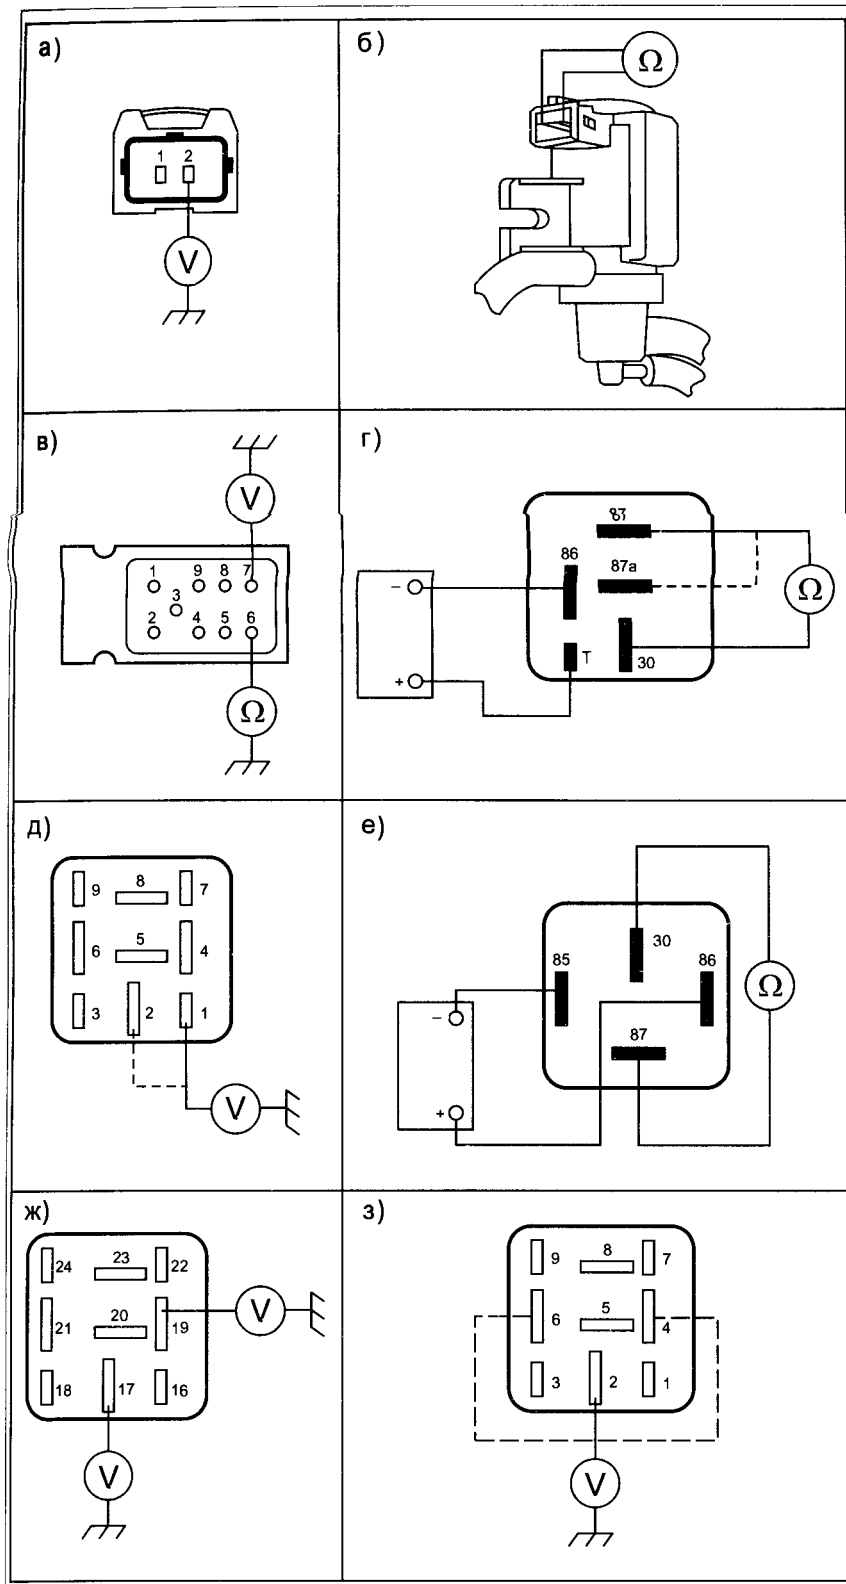

Рис. 12. Контроль выпуска ОГ и система обеспечения ЭСУД
та клапана (см. рис. 12а). Если +12 В отсутствует, проверить предохранитель F2, реле К46, замок зажигания и соответствующие соединения;
- проверить сопротивление обмотки соленоида клапана EGR, контакты 1-2 разъема клапана, его величина должна быть в пределах 14...20 Ом (см. рис. 12б);
- отключить разъем ТНВД и, включив зажигание, проверить наличие напряжения 12 В на контакте 7 9-контактного разъема ТНВД (см. рис. 12в), а на контакте 6 —
● извлечь главное реле питания ЭСУД (К46) из разъема, собрать диагностическую схему (см. рис. 12г) и проверить его срабатыва-
● проверить напряжение на контактах 1 и 2 колодки главного реле питания ЭСУД, там всегда должно быть 12 В (см. рис. 12д), если +12 В отсутствует, проверить замок зажигания и соответствующие соединения;
● извлечь реле свечей накаливания (К22) из разъема, собрать диагностическую схему (см. рис. 12е) и проверить срабатывание реле: контакты 87-30 должны замкнуться при подаче питания на контакты 85-86;
● проверить напряжение на контактах 19 (12 В при включенном зажигании) и 17 (всегда 12 В) колодки реле свечей накаливания (см. рис. 12ж). Если питание отсутствует, проверить замок зажигания и соответствующие соединения;
● извлечь реле FTP (К266) из разъема, собрать диагностическую схему (см. рис. 12з) и проверить его срабатывание, контакты 87-30 должны замкнуться при подаче питания на контакты 85-86;
● проверить напряжение на контактах 2, 4, 6 (12 В при включенном зажигании) реле FTP (см. рис. 12з). Если питания отсутствует, проверить реле К46, замок зажигания и соответствующие соединения.